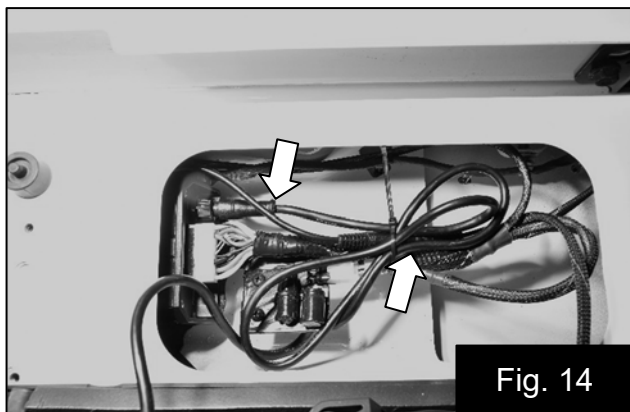

Fig. 14
doigt. Fixez avec des serre-câbles Fig. 14
18. Connectez la prise de 1/8 pouce à l'amplificateur. Fixez avec des serre-câbles Fig. 14